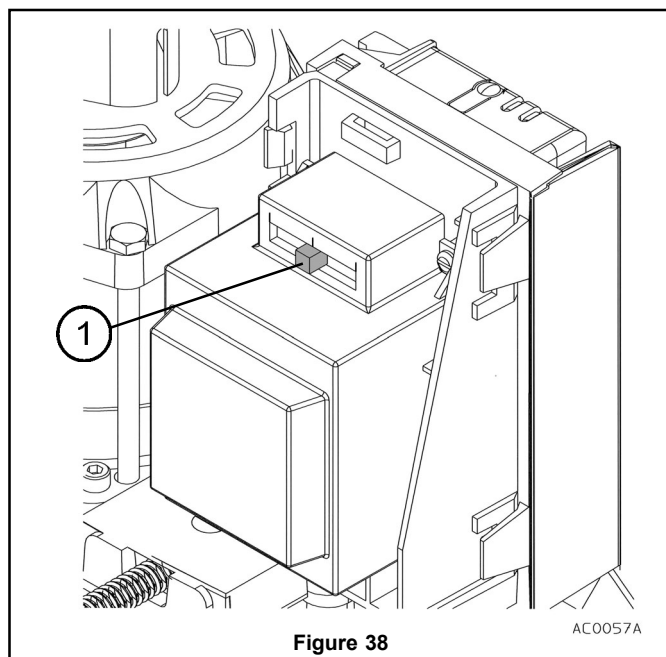

Figure 38
- Le réglage du limiteur de couple du moto-réducteur est réalisé directement au niveau du autotransformateur à l'aide du curseur dont il est équipé (1 fig. 38).